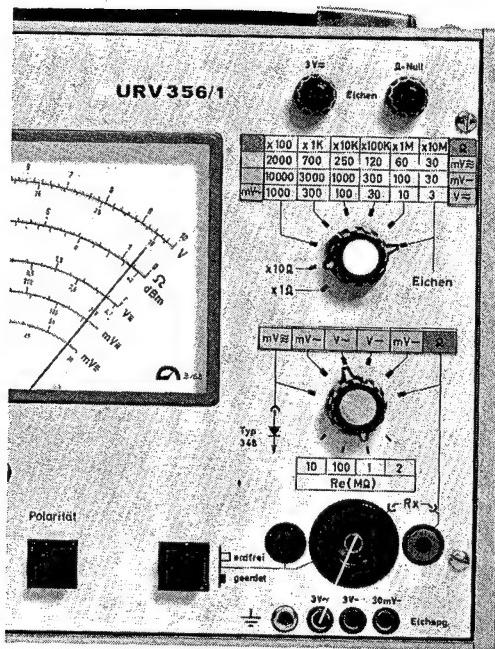

Bild 9
Da das Gerät einen stark gegengekoppelten Wechselspannungsverstärker enthält, sind die Unstabilitäten des elektrischen Nullpunktes zu vernachlässigen. Als Hauptabgleich, der kurz vor jeder wichtigen Messung kontrolliert werden sollte, ist hier lediglich eine Verstärkungs kontrolle (ähnlich der Eichkontrolle in Nordmende-Oszillographen) erforderlich. Entsprechend der Einstellung in Bild 9 wird hierzu der Zeigerausschlag auf die rote Marke der Skala mittels Regler 14 korrigiert.
Schalterstellung: siehe Bild 9
a) Hauptabgleich 3 V ~ kontrollieren (Bild 9)
- Hauptabgleich 3 V ~ kontrollieren (Bild 9)